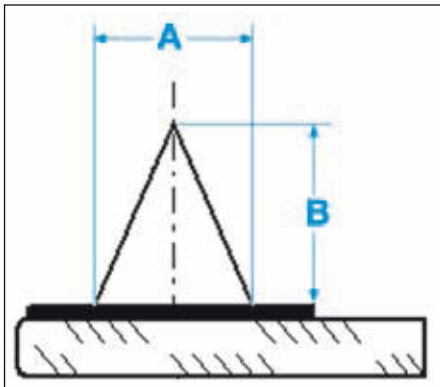

FIG. 12
- Découper l'embout de la buse au  $\varnothing$  (A) = 8 mm sur une hauteur de (B) = 12 mm (Fig.12).
- Découper l'embout de la buse au  $\varnothing$  (A) =  $8 \pm 2$  mm sur une hauteur de (B) =  $12 \pm 3$  mm (Fig.12).